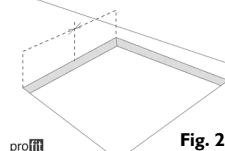

Fig. 2
- Mät ut centrum från sidorna i cut-out som i Fig. 2.